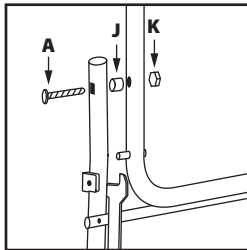

Abb. 5
- Befestigen Sie das Bauteil **4** an **3**, benutzen Sie die Befestigungsteile markiert als **A, J** und **K**. Nicht zu fest anziehen. Auf der anderen Seite wiederholen. **(Abb. 5).** Achten Sie auf die Stellung der Abstandsteile **J**, diese werden benötigt, um dem Rahmen ausreichenden Spielraum zu geben.